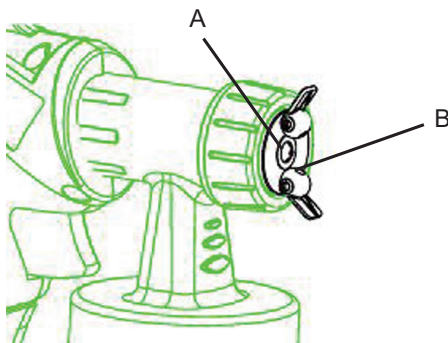

Fig. 2
- Când materialul de acoperire se acumulează pe duza (A) și capac de aer (B) (fig.2), curățați ambele părți cu un solvent sau apa.